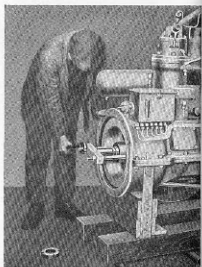

Fig. 38.
11. Tag bort bakre svänghjulet med tillhjälp av skruvtvingen (se fig. 38).